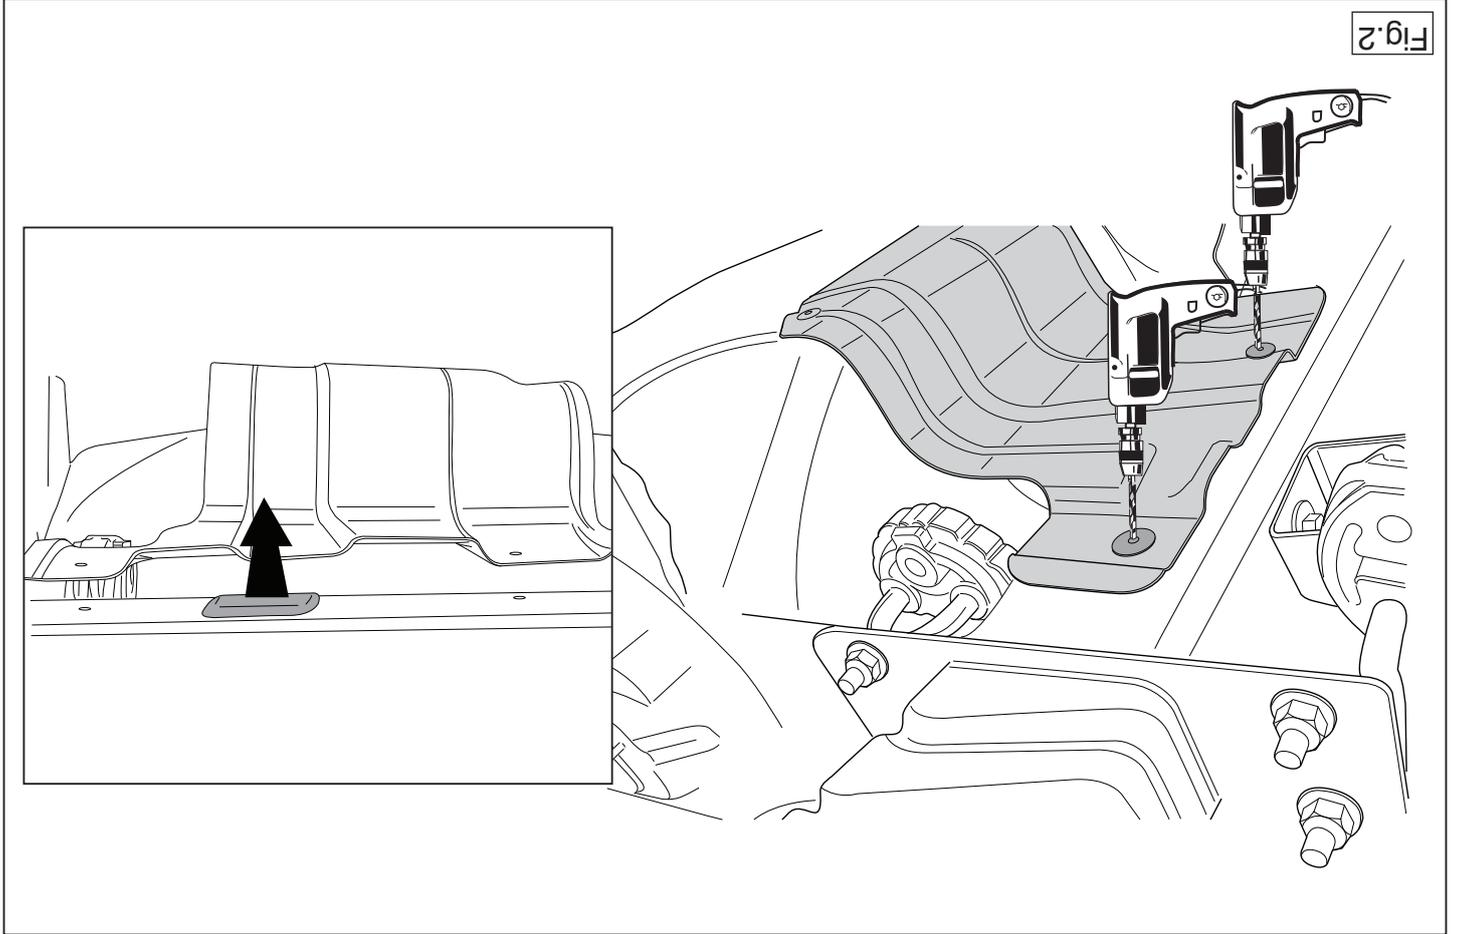

Fig. 2
3. Verwijder t.p.v. de aangegeven punten de rubberen doppen (zie fig. 2).
2. Remove the back exhaust silencer and loosen the heat shield. (See figure 2).
3. Remove the rubber caps at the points indicated (see fig. 2).
2. Den hintersten Auspuff-Schalldämpfer abmontieren und das Hitzeschild lösen. (Siehe Abbildung 2).
3. Bei den angegebenen Punkten die Gummikappen entfernen (siehe Abb. 2).
3. Avlägsna gummikåporna vid de markerade punkterna (se fig. 2).
2. Démontez l'échappement du silencieux arrière et détachez le bouclier thermique. (Voir la figure 2).
3. Enlever les bouchons en caoutchouc à l'emplacement des points indiqués (voir la fig.2).
3. Fjern gummikapslerne ved de markerede punkter (jævnfør fig. 2).
3. Retirar a la altura de los puntos indicados los tapones de goma (véase la fig. 2).